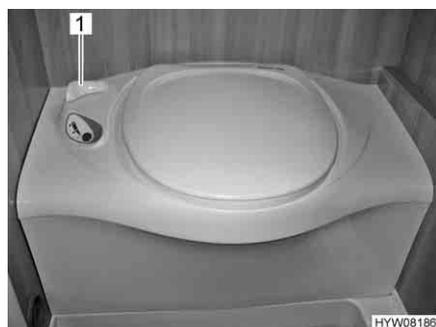

Fig. 195 Toilettes Thetford
- Avant d'actionner la chasse d'eau, ouvrir le curseur des toilettes Thetford. Tourner pour cela le levier du curseur (Fig. 195,1) dans le sens inverse des aiguilles d'une montre.
- Après avoir actionné la chasse d'eau, fermer le curseur. Tourner le levier du curseur (Fig. 195,1) dans le sens des aiguilles d'une montre.